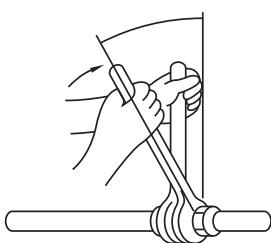

Fig. 4-8
- Påfør et tyndt lag køleolie på rørets sædeoverflade. (Fig. 4-8)